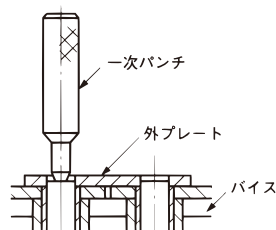

図14.一次パンチでピンをたたく
- ①チェーンのサイズに合った一次パンチ(「ドライブチェーン&スプロケット」カタログアクセサリの項参照)をグラインダで削ったピンの頭に当て、一次パンチの頭をハンマでたたきます。この際、外リンクの一对のピンが平行に抜けるように交互にたたきます。外プレートからピンが抜ける直前までたたきます(図14)。